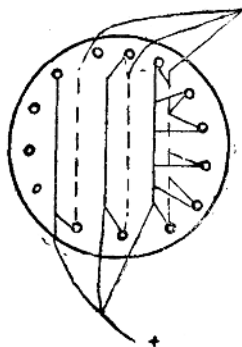

图 14
(3) 多母綫联炮(图14)。这种方法也可避免丢炮瞎炮现象。